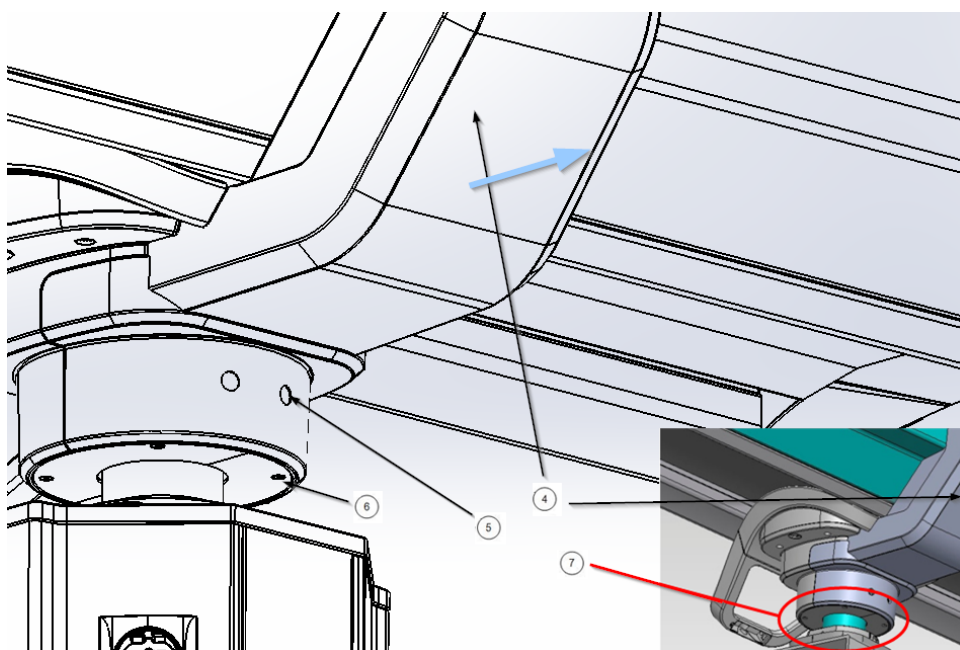

Abb. 5 Entfernen der hinteren Zierblende
- Öffnen Sie die seitlichen Abdeckungen des Servicekopfes ①, indem Sie die zylindrischen Inbusschrauben M4x16 ④ oben und unten entfernen. Nun können Sie die seitliche Abdeckung wie in Abbildung 5 gezeigt öffnen, sodass das Innere des Servicekopfes sichtbar wird.